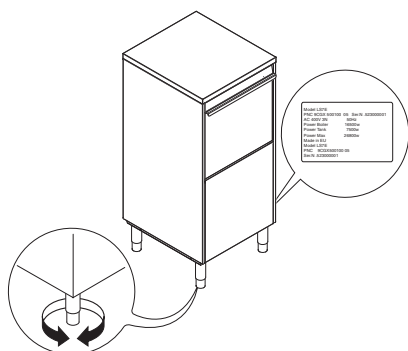

Fig. 5
La placa de características contiene los datos de identificación y técnicos, y está situada en el panel lateral derecho del aparato (Fig. 5).
- Instale el lavavajillas y nivélelo girando los pies ajustables (Fig. 5).